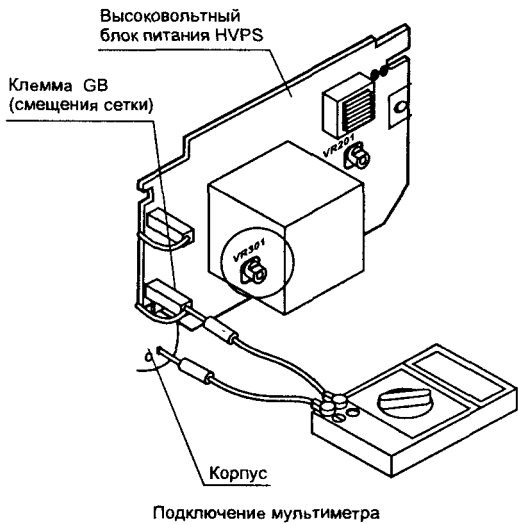

Рис. 9.41
- 3. Подсоедините отрицательный вывод мультиметра к корпусу (рис. 9.41).